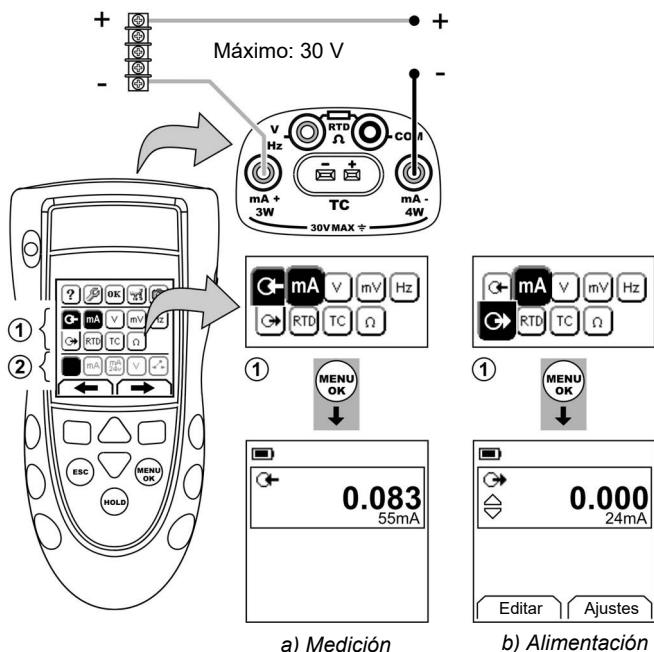

Figura 1: Ejemplo de configuración: Medición/alimentación de mA con alimentación de lazo externa (Área ①)
- Conecte el instrumento (Figura 1, 2 o 3) y, si es necesario, ajuste las opciones de **Configurar** (Tabla 1).